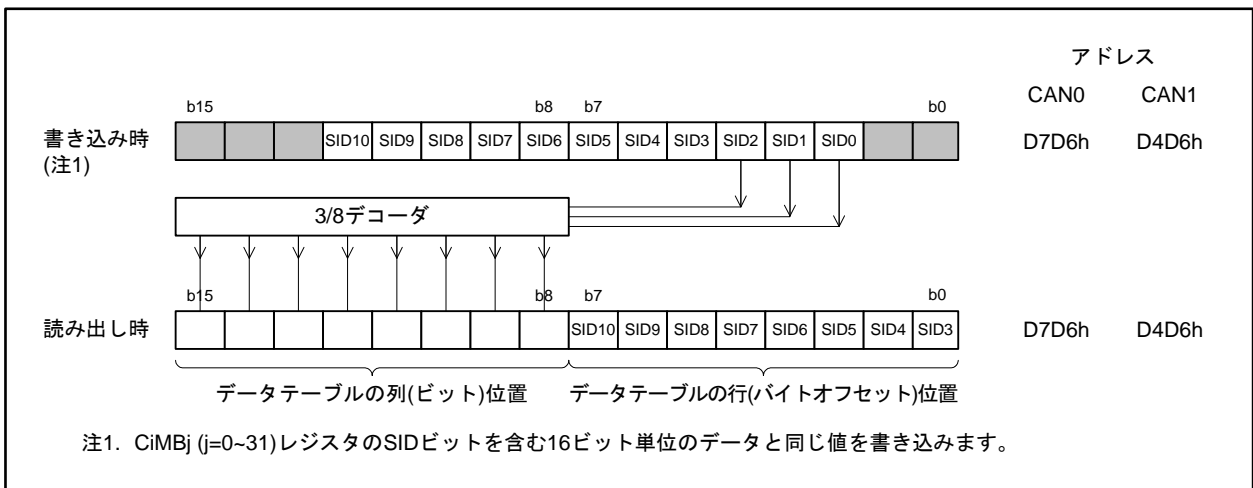

図 25.23 CiAFSR レジスタの書き込み、読み出し (i=0, 1)
- 図 25.23にCiAFSRレジスタの書き込み、読み出しを示します。